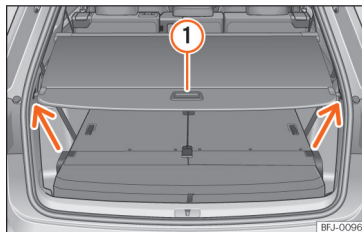

Рис. 194 Багажний відсік: розгорнута шторка.
- Тримавши за рукоятку >>> **рис. 194 ①**, трохи посуньте шторку назад і витягніть із кріплень догори (стрілки). Тоді обережно посуньте полицю вперед.